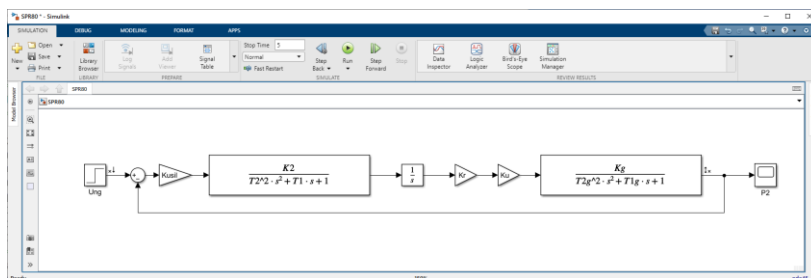

Рис. 10.1. Структурная схема САУ ГПТ
В практической работе №9 нами был проведен расчет показателей качества САУ ГПТ. При этом использовалась структурная схема, приведенная на рис. 10.1.
1. Откройте модель САР ГПТ, разработанную в работе №6 (см. рис. 10.1).